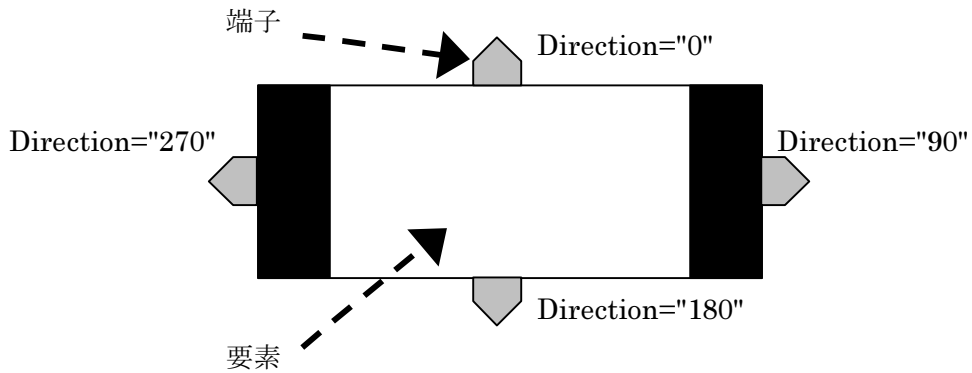

図 2.12 Direction 値と要素装着位置の対応関係
- イ 項番 2 は、当該端子の要素上での表示位置を定義します。GUI 版のみで有効となります。図 2.12 に設定値とモデル管理画面との対応関係を示します。